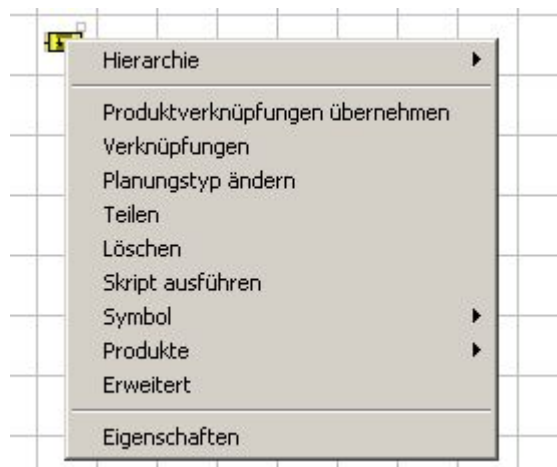

Abbildung 104: Eigenschaftsdialog über das Kontextmenü öffnen
- ➋ Drücken Sie danach die rechte Maustaste und klicken auf *Eigenschaften* (siehe auch: Abbildung 104); wenn sie das erweiterte Menü öffnen wollen, klicken Sie auf *Erweitert*.